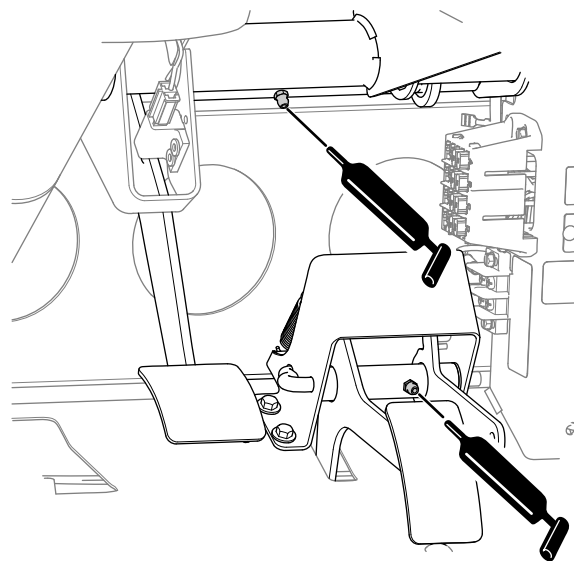

Figura 48
- **Travão (1);** consulte Figura 48
- **Acelerador (1);** consulte Figura 48